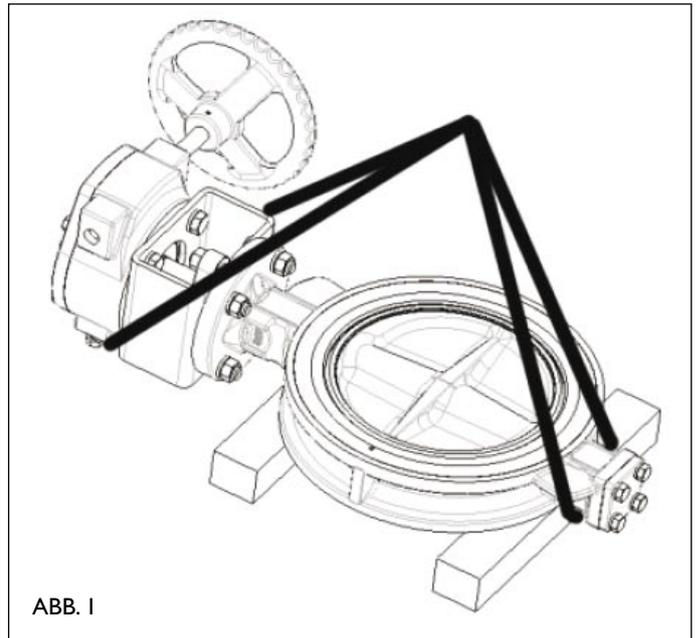

ABB. 1
- b. Um das Ventil nicht zu beschädigen, legen Sie es horizontal auf einer Holzstütze ab, wobei der Fixierring nach oben zeigen soll (Abb. 1).